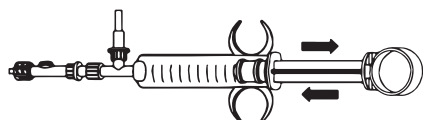

Figura 3. Llenado y evacuación de burbujas con la jeringa de control
10. Purgue el sistema mediante la aspiración y el desecho de la solución con una jeringa (consulte la Figura 3) hasta que todo el sistema quede sin aire.